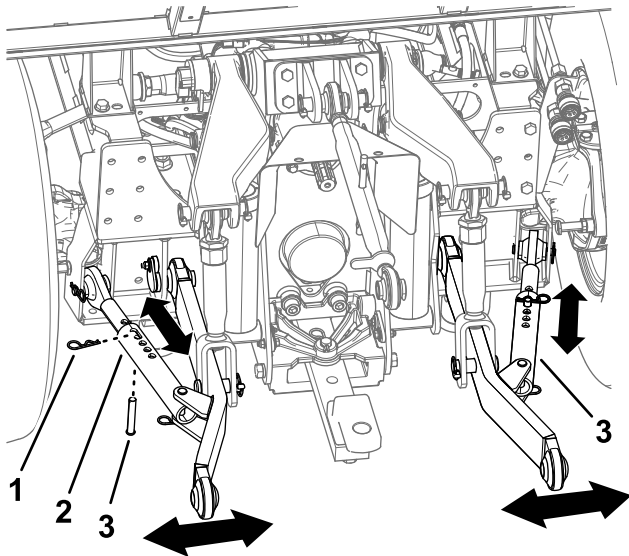

Figura 25
1. Rimuovete la coppiglia a forcina e la coppiglia su ciascun attacco di oscillazione (Figura 25).
2. Regolate l'attacco di oscillazione dentro o fuori fino a quando l'accessorio non è livellato (Figura 25).
3. Dopo la regolazione, fissate l'attacco di oscillazione con la coppiglia e la coppiglia a forcina (Figura 25).